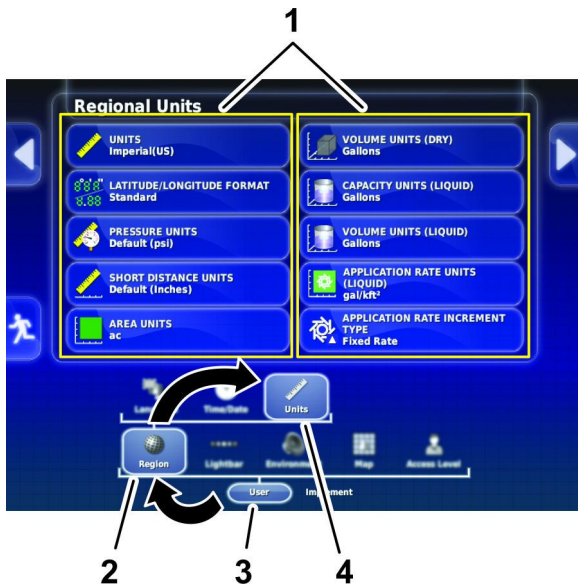

図 20
2. ユーザーアイコンを押す 図 20。
3. 地域アイコンを押す 図 20。
4. 単位アイコンを押す 図 20。